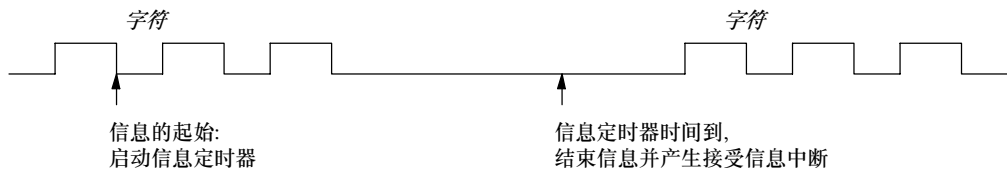

图6-13 使用信息定时器来结束接收指令
- 3. **信息定时器：**从信息的开始算起，在经过一段指定的时间之后，信息定时器结束一条信息。接收信息功能的启动条件一满足，信息定时器就启动。当经过的时间超出SMW92或者SMW192中指定的毫秒数时，信息定时器时间到，见图6-13。